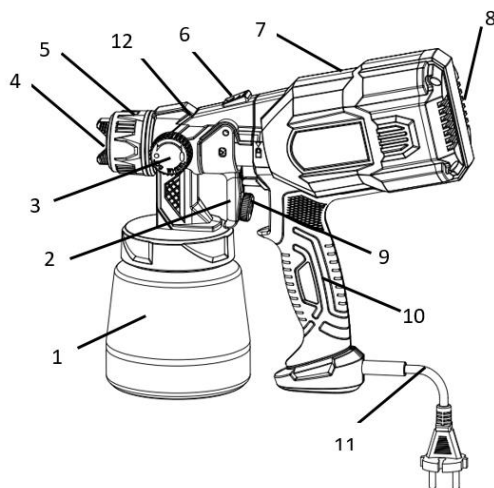

Рисунок 1
- перевірити стан повітряного фільтра під кришкою (8, рис.1) і за необхідності замінити, з'єднати усі частини виробу;
4.2 Виберіть необхідний режим роботи виробу за допомогою регулятора форми струменя (3) та регулятора обертів (9) (див. рисунок 1). Увімкнення під'єданого до електромережі виробу відбувається курковою клавішою вимикача, при натисканні якої, вмикається двигун з крильчаткою та розпилює матеріал на поверхню.